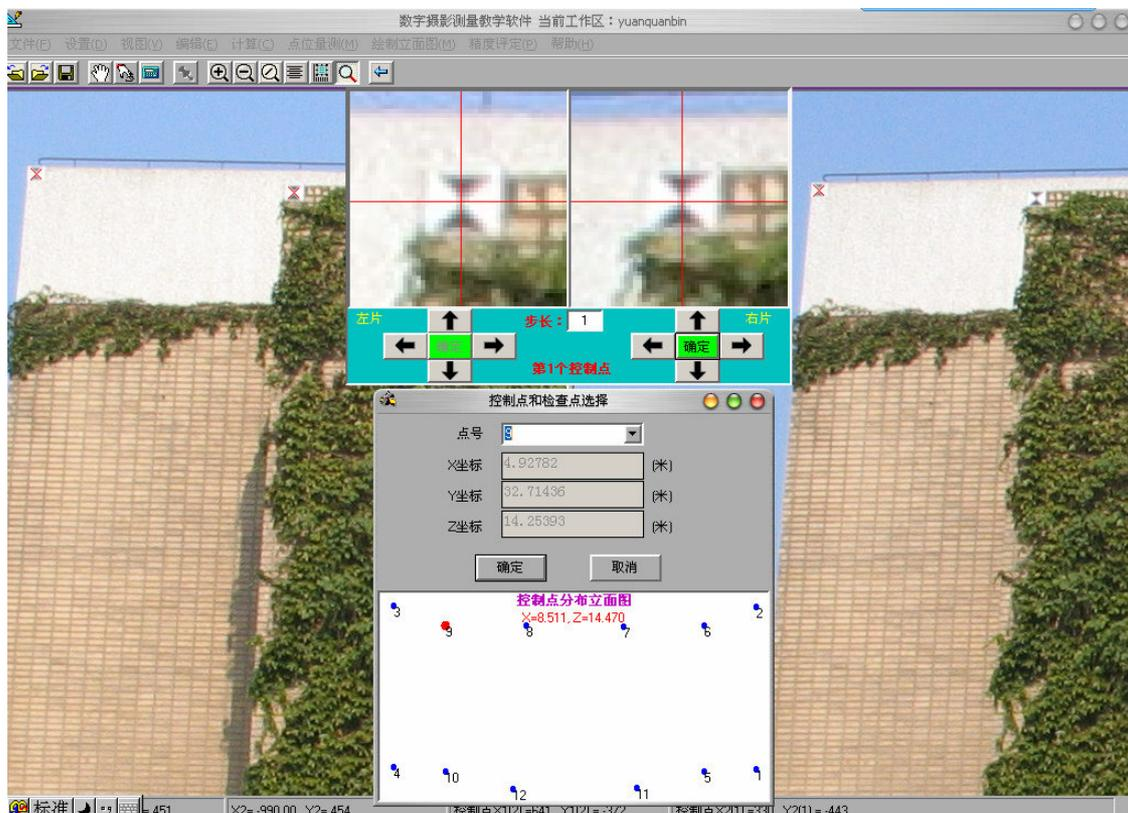

图 4-4 控制点的像片坐标量测
(5) 从【文件】→【打开左片】、【打开右片】中打开立体量测窗口，或点击图标和以分别打开左右像对。
(6) 点击图标以进行控制点像片坐标的量测，如图 4-4；如果控制点像片坐标文件已经存在，可以点击图表以导入现有控制点坐标。